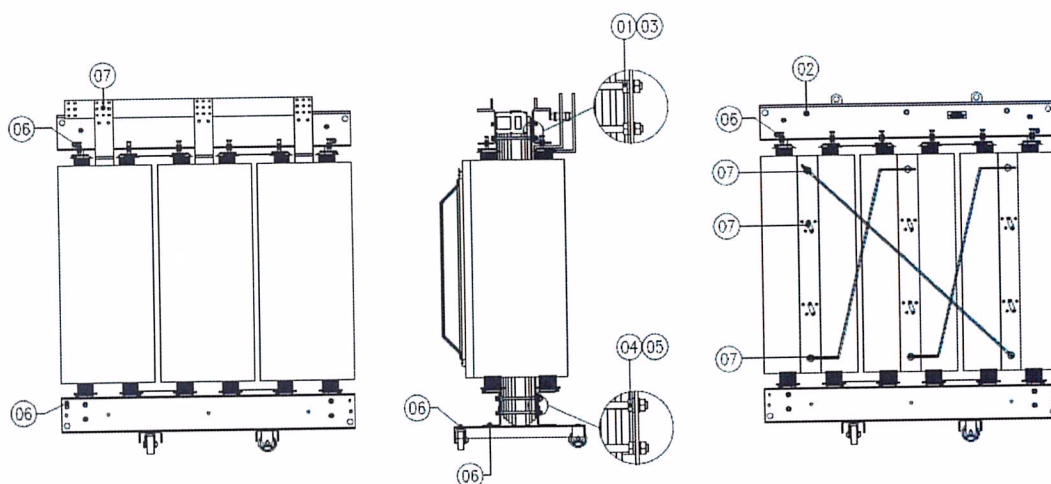

Figura 6 - Reaperto das conexões
- Reaperto de todas as conexões (ver Figura 6):